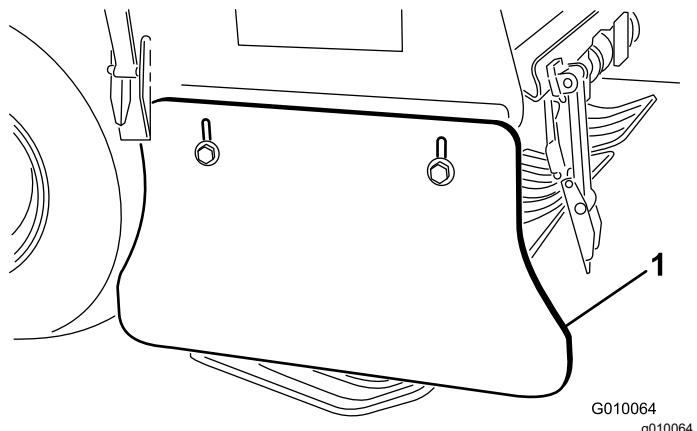

Figura 172
2. Allentate le viti a testa cilindrica e i dadi di bloccaggio flangiati che fissano lo schermo laterale al telaio della testa di caroggia (Figura 172).